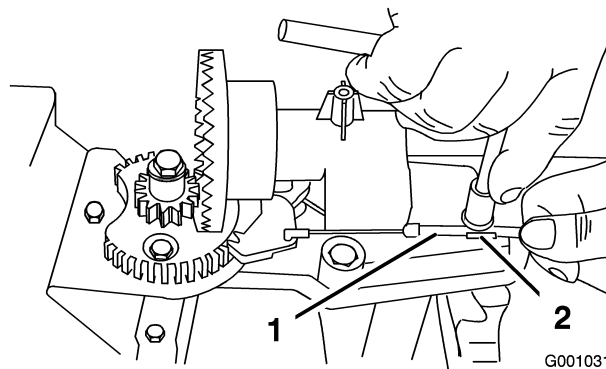
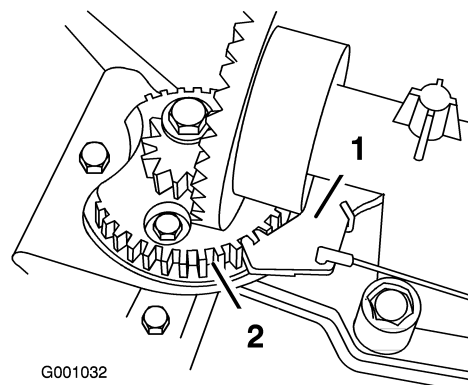

Figure 48
Figure 49
2. Desserrez le boulon du serre-câble (Figure 48).
3. Saisissez la gaine du câble et déplacez-la vers l'avant de la machine jusqu'à ce que le cliquet de verrouillage de l'éjecteur s'engage complètement dans les dents du secteur (Figure 48 et Figure 49).
Remarque: Le cliquet est rappelé par ressort et s'engage naturellement dans les dents du secteur (Figure 49).